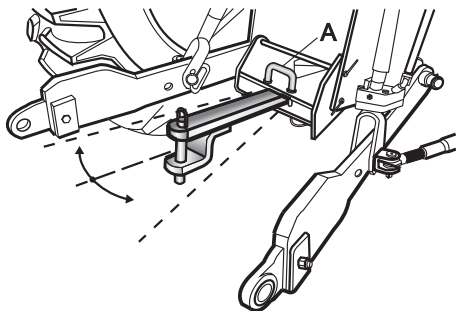

图 4-42 摆式牵引杆
摆式牵引杆只能用于牵引农机具和两轴拖车,而不能牵引单轴拖车,否则牵引杆的负荷会使拖拉机翘头(见图 4-42)。
- (2)用改变 U 形销①的插装位置来调整牵引点的横向位置(见图 4-42)